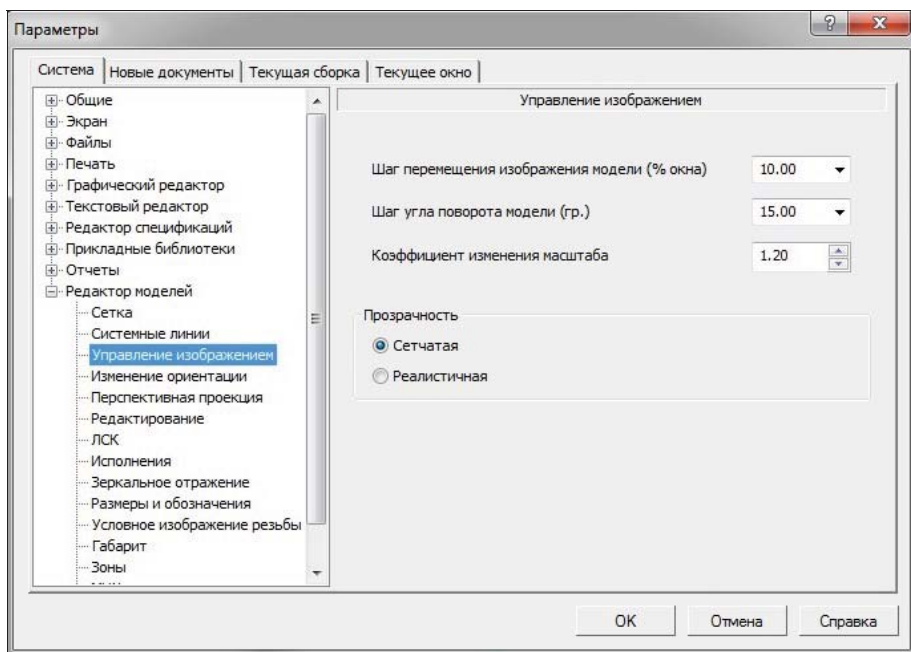

Рис. 27.1. Диалоговое окно **Параметры** с открытой панелью **Управление изображением**
- ♦ щелкните ЛК мыши по пункту **Управление изображением** — в правой части окна открылась панель с одноименным названием **Управление изображением** (рис. 27.1). На этой панели можно задать такие настройки: